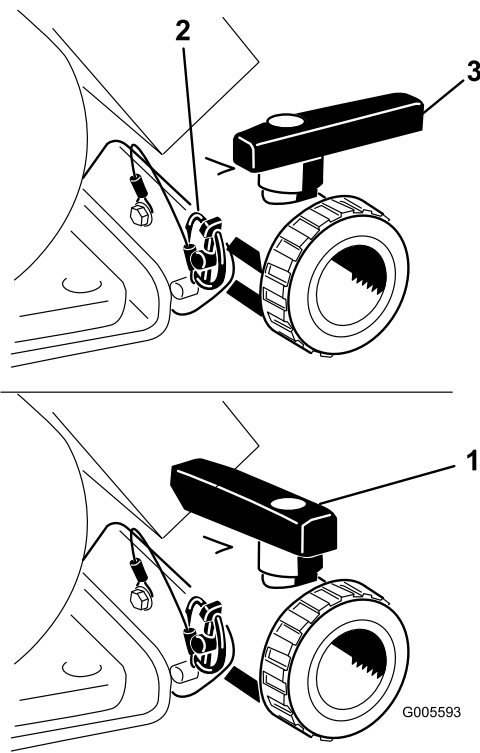

Bild 21
Öffnen Sie das Ventil, sodass nicht verwendete Materialien vom Behälter ablaufen können und entsorgen Sie diese gemäß der lokalen Vorschriften und der Vorschriften des Herstellers (Bild 21). Nehmen Sie nach dem Ablassen den Klappstecker von der Halterung ab, mit der das Ablassventil an der Maschine befestigt ist, und legen Sie das Ventil auf den Boden. Dann kann Restmaterial in der Leitung ablaufen.
3. Wenn der Behälter ganz geleert ist, setzen Sie das Ventil mit dem vorher abgenommenen Klapstecker im Rahmen ein und schließen Sie das Ablassventil (Bild 21).